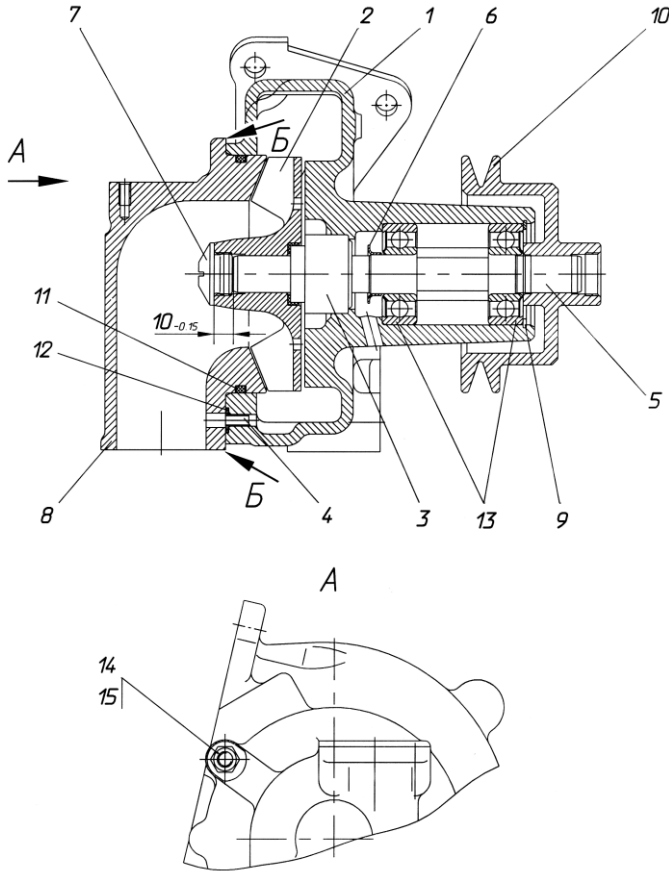

Рис. 103. Водяной насос:
- 4 Отвернуть гайки 14 (рис. 103) патрубка 8.
- 2 Напрессовать на вал 5 (рис. 103) подшипники 13 и водосбрасыватель 6. При этом необходимо:
- 9 Напрессовать крыльчатку 2 в сборе с манжетой и уплотнительной втулкой на вал 5 (рис. 103). При этом необходимо:
- установить крыльчатку ив валу в размер  $10_{-0,15}$  мм (рис. 103) между торцом вала и торцом ступицы крыльчатки. Для этого необходимо при запрессовке установить на торец вала диск диаметром не более 13 мм и высотой  $10_{-0,15}$  мм.